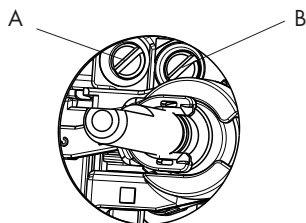

Afb. 7
- de sproeiers vervangen worden (Afb. 7) met exemplaren die geschikt zijn voor het te gebruiken gas (zie tabel "Kenmerken gebruikers").